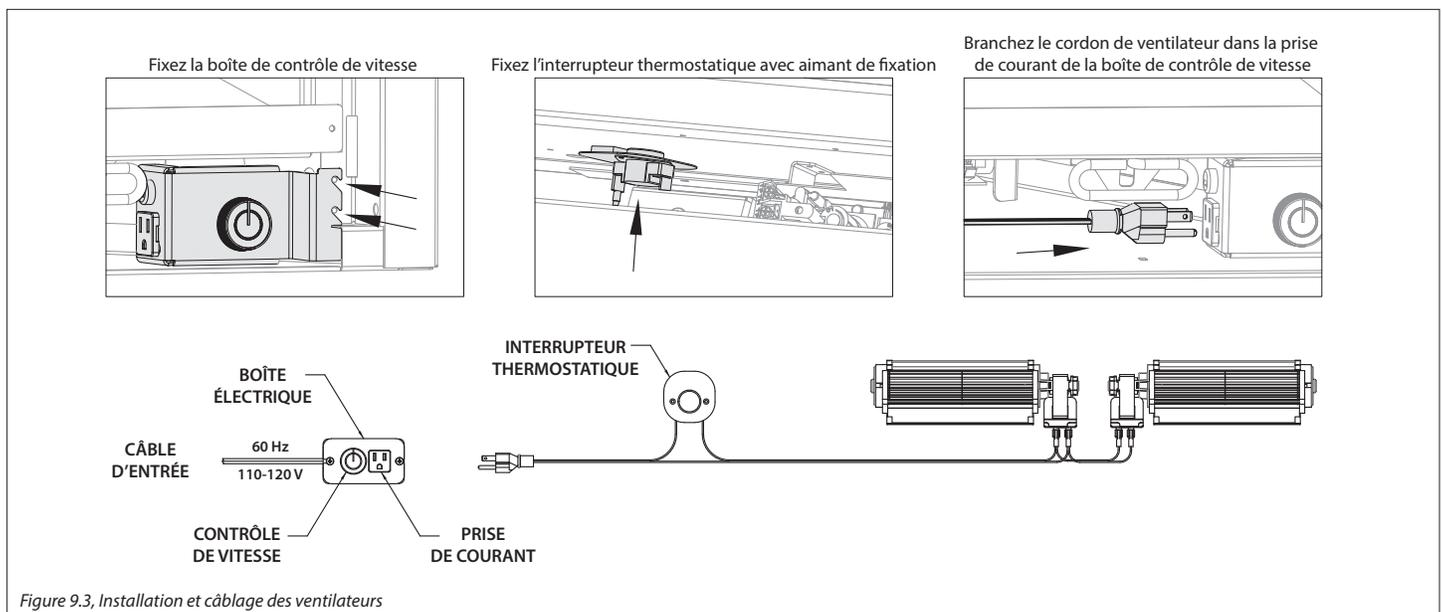

Figure 9.3. Installation et câblage des ventilateurs
5. Retirez et conservez les (8) vis retenant le panneau de contrôle et en le soulevant sortez de la chambre de combustion. Voir la Section 8.4 (page 47).
7. Fixez la boîte de contrôle de vitesse au bas de la bride latérale droite du cadre. Alignez les fentes de la boîte de contrôle de vitesse aux trous de la bride. Fixez en place avec (2) vis à tête Phillips noires (fournies).
10. Réinstallez le panneau de contrôle avec les (8) vis déjà retirées.
11. Placez le contacteur thermostatique (avec aimant de fixation) au plancher de chambre de combustion, n'importe où au gauche de valve de gaz. Voir la Figure 9.3.